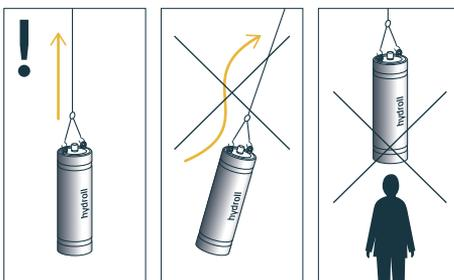

FIGURA 5.1 Punti di sollevamento
5. Punti di sollevamento: nel caso in cui l'accumulatore abbia due fori filettati (M12) a ciascuna estremità per consentire il montaggio di golfari o anelli di sollevamento. Vedere la figura 5.1.